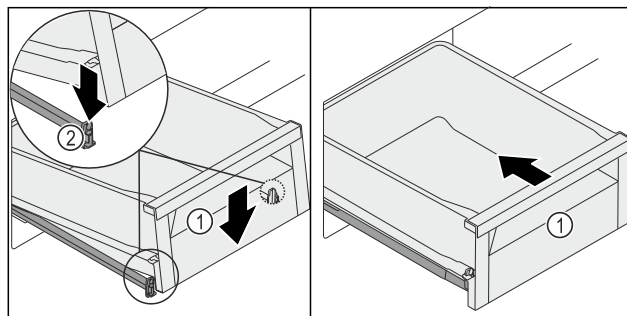

Fig. 260
- ▶ Spustite ladicu Fig. 260 (1) srijeda tako da ladica lijevo i desno uklizne u stezaljku Fig. 260 (2).
- ▶ Ladica Fig. 260 (1) se čujno uglavljuje.
- ▶ Ugurajte ladicu Fig. 260 (1).